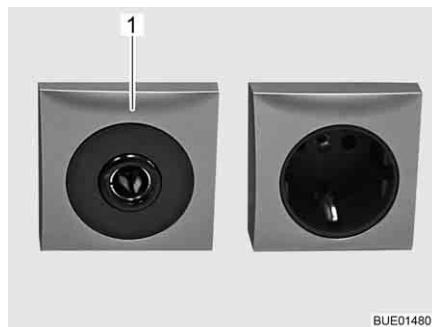

Bild 168 Steckdose 12 V/10 A
- ▷ An die Steckdosen (Bild 168,1) des 12-V-Bordnetzes nur Geräte mit maximal 10 A anschließen.